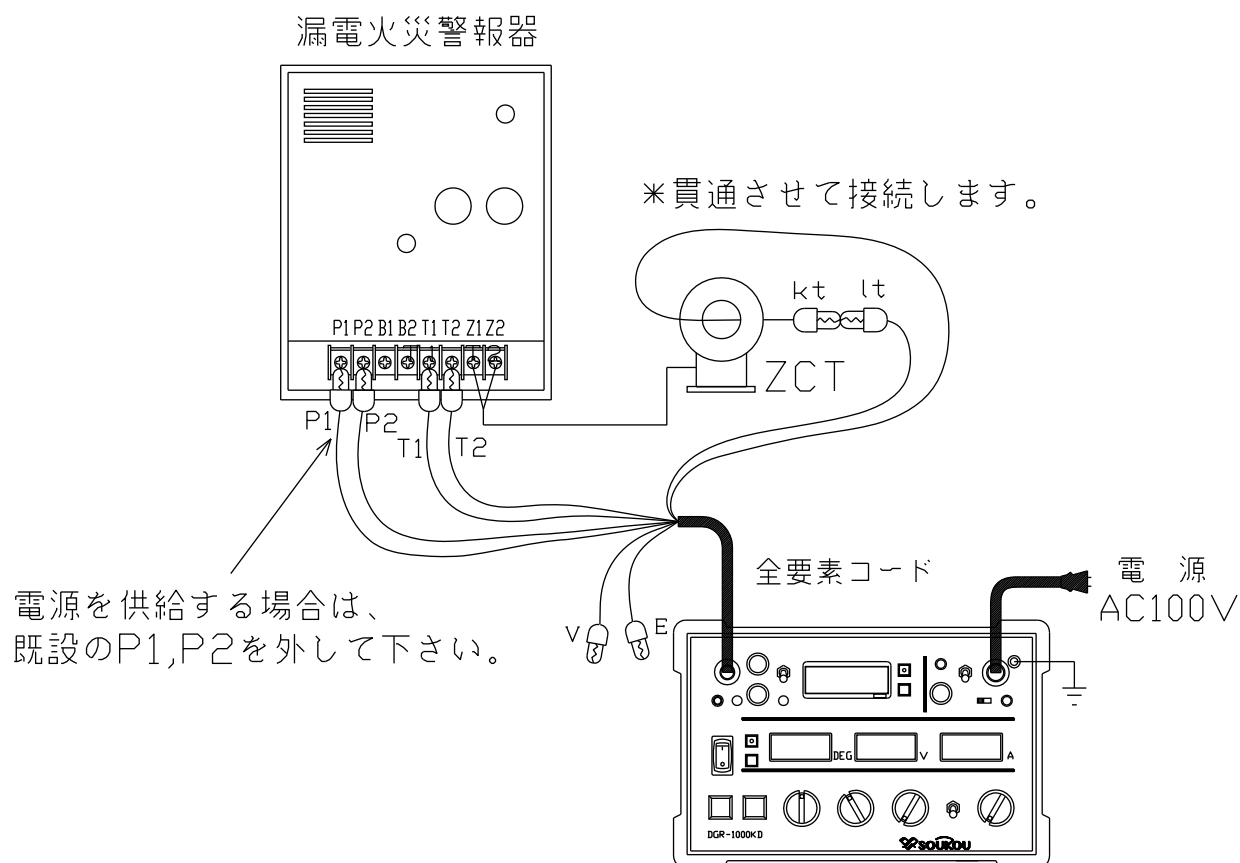

図6：試験回路図一漏電火災警報器の試験
7. 以上のような点を注意し、試験回路を構成します。(図6)